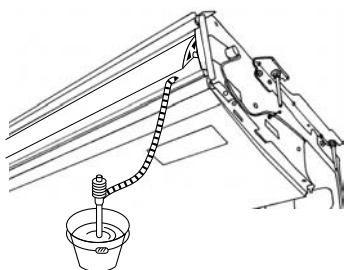

Fig. 5-3
2. Asegure el tapón del adaptador ⑥, que se suministra con la unidad, en el adaptador de la junta ⑤.
3. Conecte el tubo de drenaje (VP-20) al adaptador de junta ⑤ con cinta adhesiva plástica.
4. Enrosque el tapón ⑦ del tubo de drenaje suministrado con la unidad. (Tapando la junta)
- Ⓒ Tapón del adaptador ⑥
- Ⓓ Adaptador de junta ⑤
- Ⓔ Tapón del tubo de drenaje ⑦
5. Comprobación de un drenaje correcto. (Fig. 5-3)